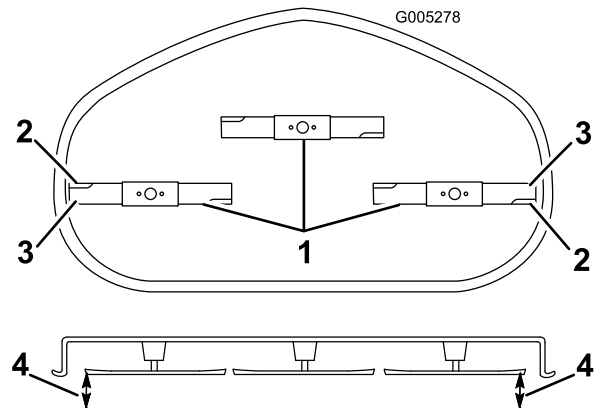

Bild 43
5. Drehen Sie die Schnittmesser vorsichtig von einer Seite zur anderen (Bild 43). Wenn beide Messwerte nicht innerhalb von 5 mm liegen, ist eine Einstellung erforderlich. Machen Sie mit diesen Schritten weiter.
6. Messen Sie den Abstand zwischen den äußeren Schnittkanten und der ebenen Oberfläche (Bild 43). Wenn beide Messwerte nicht innerhalb von 5 mm liegen, ist eine Einstellung erforderlich. Machen Sie mit diesen Schritten weiter.